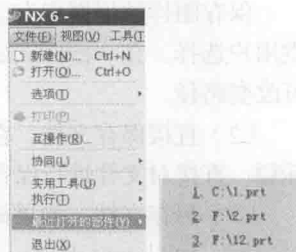

图1-5 最近打开的部件
(2) 最近打开的部件。对于上次已经打开的文件,可以在菜单栏中单击【文件】→【最近打开的部件】命令,如图 1-5 所示。选择需要打开的文件,并单击就可打开最近曾经打开过的文件。
(3) 历史记录。单击主界面左侧的历史 (History) 图标,系统将